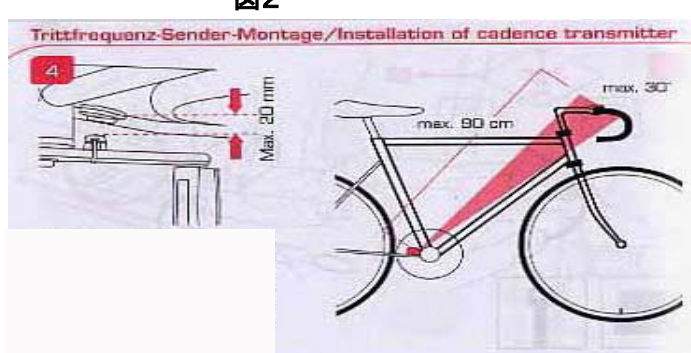

図4
- 3: CADENCEセンサー(付属モデル及びオプション取付時のみ)フレームに取付け後、メーター本体取付け位置はCADENCEセンサー位置に対し30度以内及び90cm以内の範囲で取付けてください。(図4参照)
- 4: CADENCEセンサー(付属モデル及びオプション取付時のみ)とマグネットの隙間は20mm以内として下さい。(図4参照)